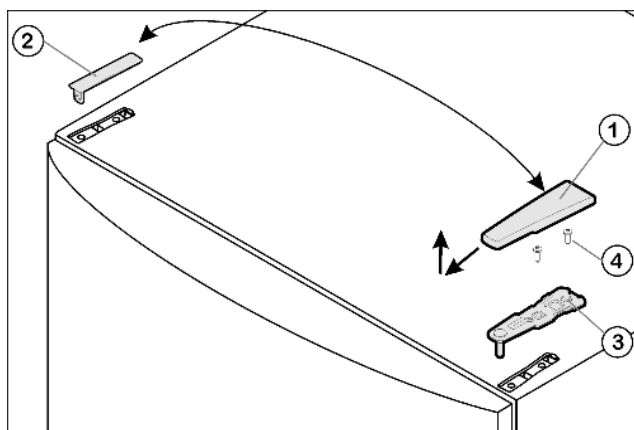

Fig. 4
- ▶ Afdækningen Fig. 4 (1) tages af ved at trække den frem og op.
- ▶ Løft afdækningen Fig. 4 (2) af.
- ▶ Skru øverste lejekonsol Fig. 4 (3) af (2 gange Torx 25) Fig. 4 (4) og træk den af opad.
- ▶ Sæt øverste lejekonsol *Fig. 4 (3)* i døren på den nye hængselside.
- ▶ Skru øverste lejekonsol fast (2 gange Torx 25) *Fig. 4 (4)*. Stik eventuelt skruehullerne i forvejen eller brug en akkuskrue-trækker.
- ▶ Afdækning *Fig. 4 (1)* og afdækning *Fig. 4 (2)* anbringes hver for sig udefra på den modsatte side og trykkes fast.